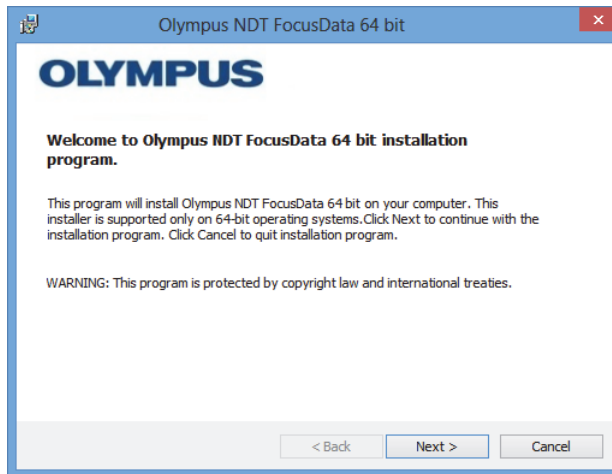

Figure 1-5 Page d'accueil de l'assistant d'installation
4. Dans la page d'accueil de l'assistant d'installation, cliquez sur **Next** (Suivant) [voir la Figure 1-5 à la page 16].